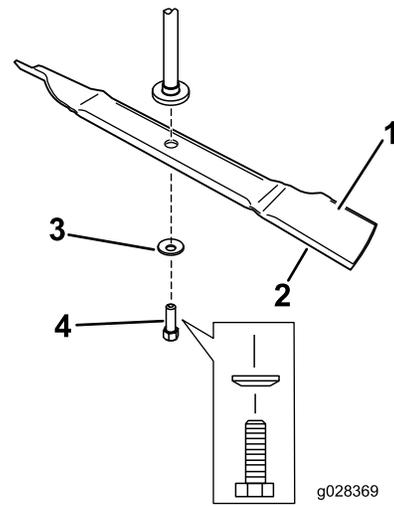

Figura 9
2. Montate la rondella curva (lato concavo verso la lama) e il bullone della lama (Figura 9).
Nota: Non montate il rinforzo della lama. Queste lame non richiedono il rinforzo della lama (Figura 9).
1. Montate la lama sull'asse del fusello (Figura 9).